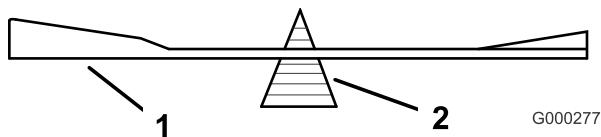
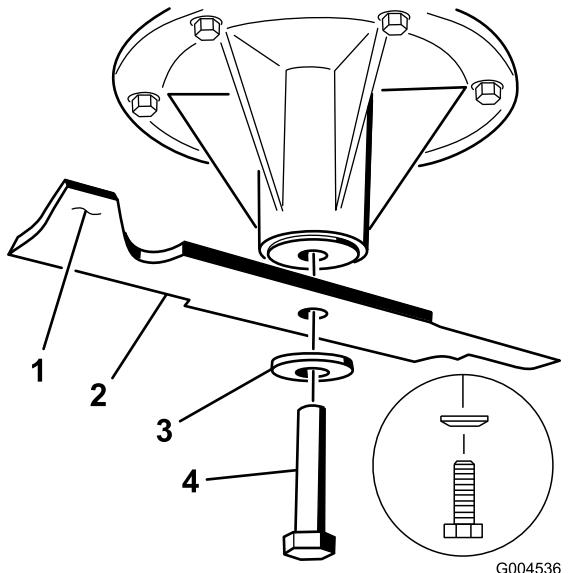

Figure 57
Figure 58
2. Retirez le boulon, la rondelle élastique et la lame de l'axe (Figure 58).
2. Vérifiez l'équilibre de la lame en la plaçant sur un équilibrEUR (Figure 57). Si la lame reste horizontale, elle est équilibrée et peut être utilisée. Si la lame est déséquilibrée, limez un peu l'extrémité de la partie incurvée seulement (Figure 58). Répétez la procédure jusqu'à ce que la lame soit équilibrée.
- Placez la lame sur l'axe (Figure 58).
- Installez la rondelle élastique et le boulon de la lame. Le cône de la rondelle élastique doit être dirigé vers la tête du boulon (Figure 58). Serrez le boulon à 115-150 Nm (85-110 pi-lb).